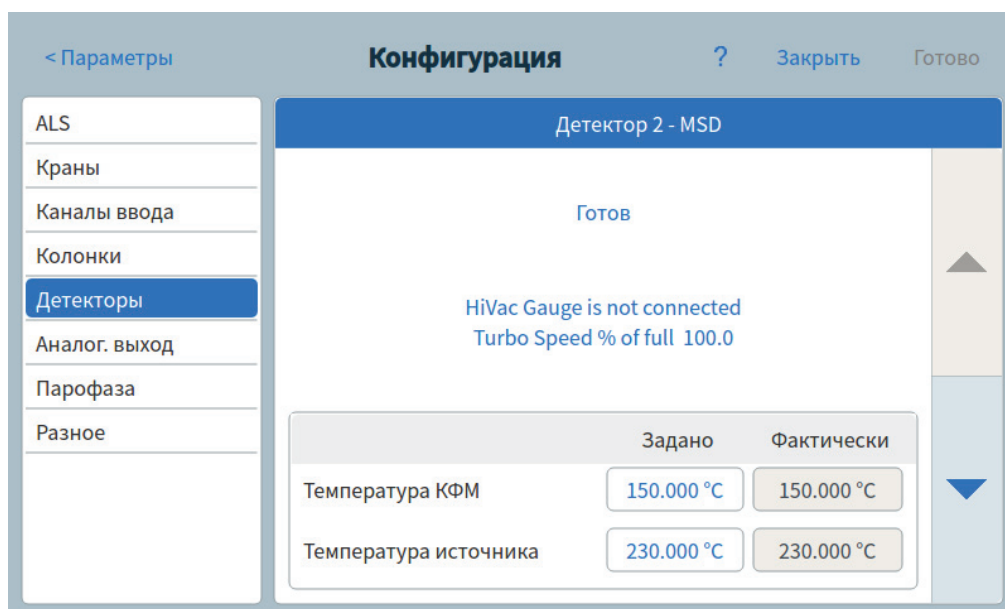

Рис. 59 Страница параметров детектора МСД
- 3 В списке слева выберите тип устройств **Детекторы**. Справа отобразятся соответствующие параметры для типа выбранного устройства. См. Рис. 59.
- 3 В списке слева выберите тип устройств **Детекторы**. Справа отобразятся соответствующие параметры для типа выбранного устройства. См. Рис. 59 на стр. 147.